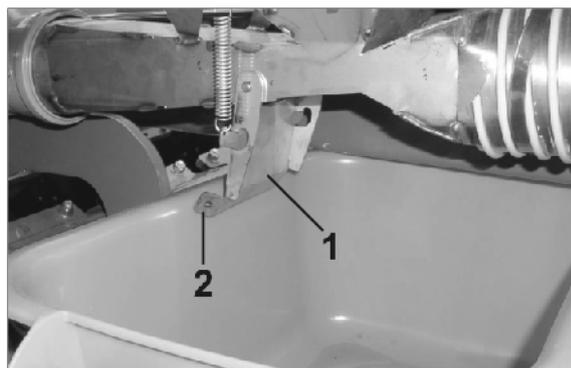

Fig. 123
- Ouvrez la trappe d'injecteur (Fig. 123/1) afin de permettre l'écoulement des semences/de l'engrais dans l'auget.
Saisissez la trappe d'injecteur uniquement par l'attache (Fig. 123/2), sinon vous risquez de vous blesser lors de la fermeture de la trappe sous l'effet de son ressort.